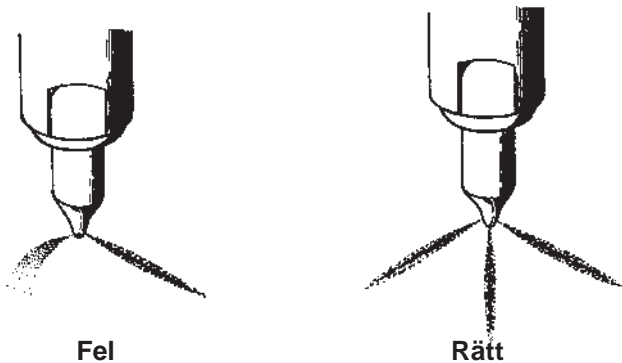

Fig. 53.
4. Kontrollera strålförmen. Strålarna skall sinsemellan vara lika och ha de riktningar, som visas i fig. 53. Kontrollera även att ett tydligt knarrande ljud hörs då insprutning sker.